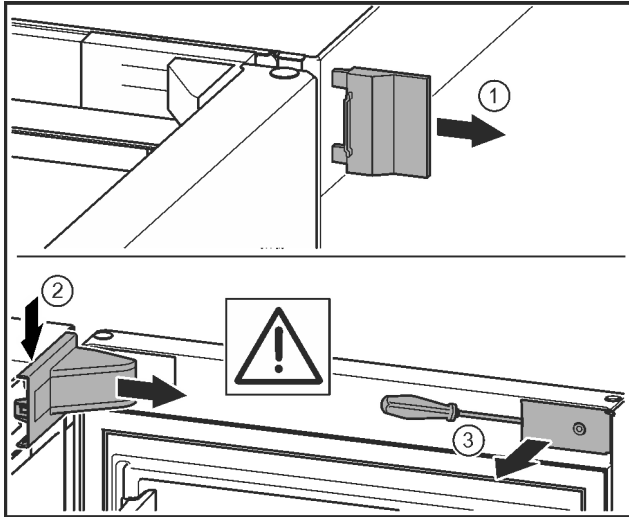

Fig. 7
- Vegye le a külső fedelet. Fig. 7 (1)
- Pattintsa ki és oldja ki a csapágybak fedelét. Vegye le a csapágybak fedelét. Fig. 7 (2)
- Hornyoltfejű csavarhúzóval pattintsa ki a lemezt, és fordítsa oldalra. Fig. 7 (3)